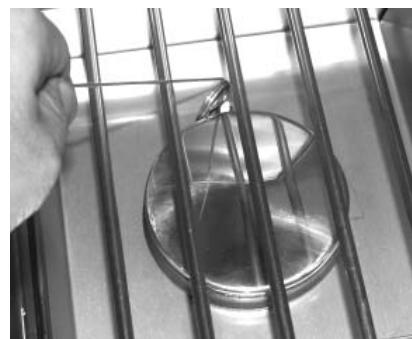

Fig. 20-2 - Éclairage manuel
2. Insérez soit un brûlant long baril briquet au butane, un match à longue tige de brûlure, ou une allumette en feu détenues par un titulaire d'extension de fil À travers les grilles de cuisson du brûleur (Fig. 20-2). Tenez la flamme contre le bord du brûleur.
4. Si le brûleur ne s'allume pas, **appuyez immédiatement sur le bouton et tournez la valve sur OFF**. Attendez cinq (5) minutes avant de répéter les étapes 2 à 4 des instructions du manuel d'éclairage.